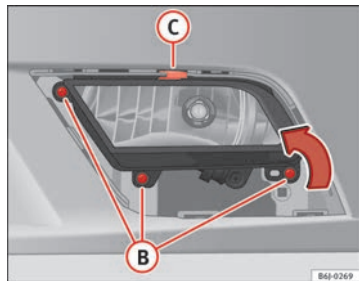

Fig. 162 Faro fendinebbia
- Rimuovere le viti (3x) ⇒ fig. 162 **B** per estrarre il faro fendinebbia.
- Rimuovere la grappa metallica situata nella parte superiore del faro fendinebbia tirando verso l'esterno ⇒ fig. 162 **C**.